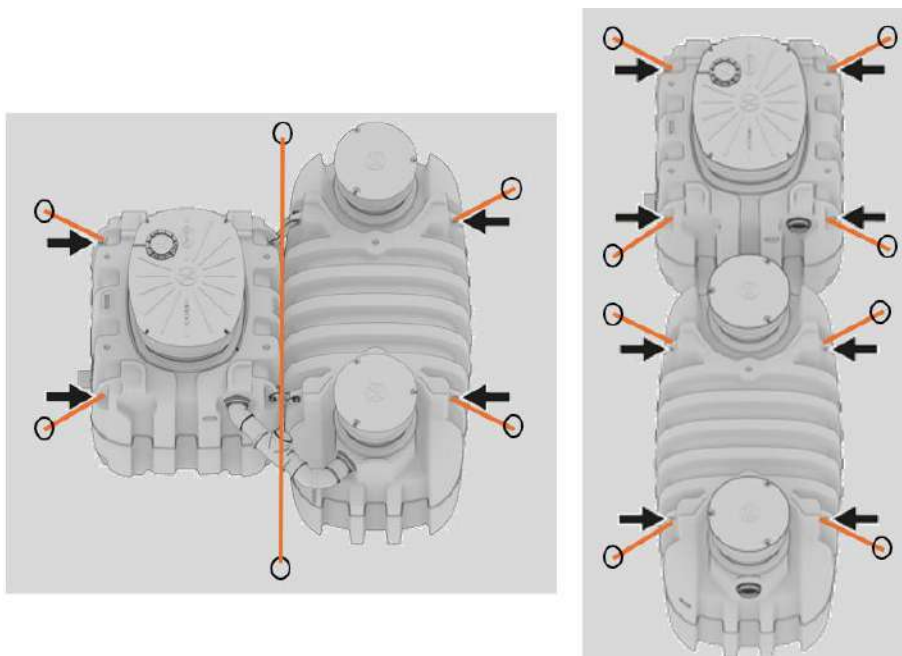

Fig. 31: Position anneaux d'ancrage et sangles configuration PACK (gauche) et LINE (droite)
2. Positionner les sangles tel que présenté en *Fig. 31* en utilisant les anneaux de levage des cuves indiqués par les flèches noires.